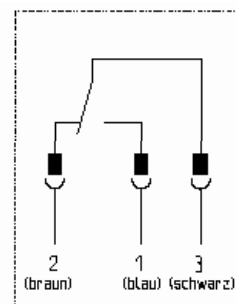

Abb. D-3: Anschluss-/Klemmenplan potentialfreie Sammelstörmeldung GP-../40
- Ggf. den Meldekontakt „Sammelstörmeldung“ (Anschluss „I“, siehe Abb. D-2) anschließen (Netzausfall, Membranbruch, Dosierüberwachung, Leermeldung). Klemmenbelegung (siehe Abb. D-3).